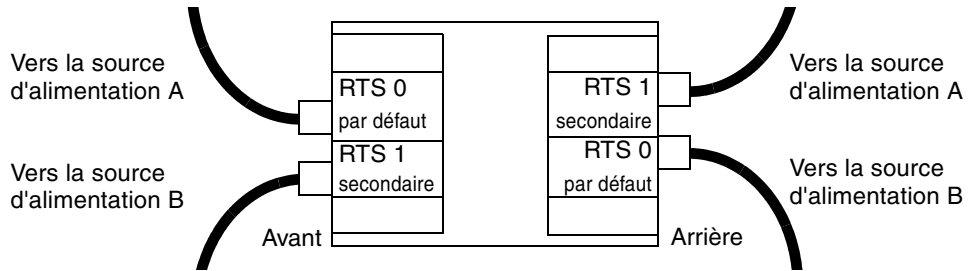

FIGURE 3-1 Deux unités RTU et deux sources d'alimentation en courant alternatif indépendantes
- Dans une configuration avec deux unités RTU et deux sources d'alimentation en courant alternatif indépendantes, vous devez connecter quatre câbles : deux à l'avant et deux à l'arrière du système (FIGURE 3-1).